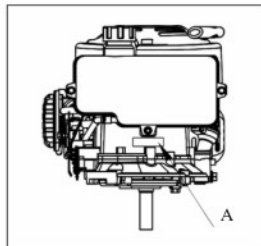

Fig. 15 A : Emplacement du numéro de série
13.1 EMPLACEMENT DU NUMÉRO DE SÉRIE (Voir la figure 15)